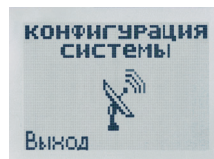

Рис. 16
9. Нажмите кнопку возврата «Выход» для перехода в режим основной индикации системы (рис. 16).